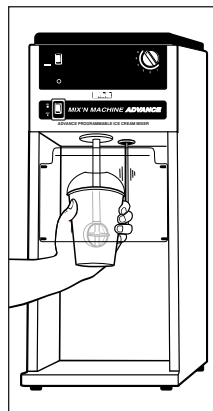

Рисунок 3
• Для программируемой модели **Mix'n Machine Advance**: Установите переключатель ON/OFF (I/O) в положение ON (ВКЛ). Активируйте программу, выбрав нужную на циферблате. Крепко удерживая чашку рукой, пальцем нажмите кнопку START (СТАРТ), расположенную позади мешалки, чтобы запустить программу смешивания. См. Рисунок 3.
• Для модели **Mix'n Machine Advance с таймером**: Установите переключатель ON/OFF (I/O) в положение ON (ВКЛ). Крепко удерживая чашку рукой, пальцем нажмите кнопку START (СТАРТ), расположенную сзади мешалки, чтобы запустить цикл смешивания на предустановленное время. См. Рисунок 3.